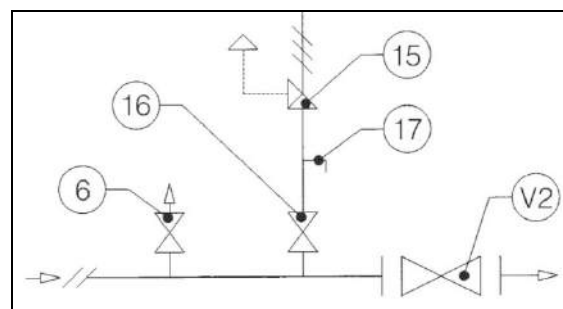

Рисунок 12: подключение с запорным клапаном
4.1.2 УСТАНОВКА С ЗАПОРНЫМ КЛАПАНОМ (рис. 12)